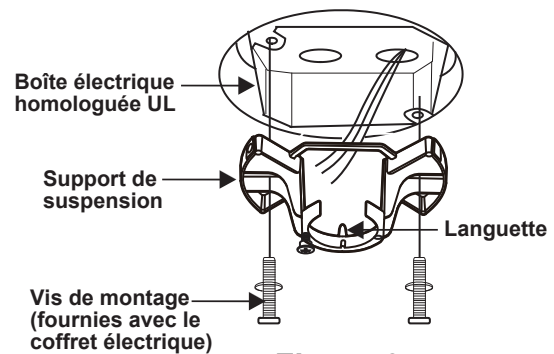

Figure 6
3. Fixez le support de suspension à la boîte de sortie au plafond à l'aide des vis et des rondelles fournies avec votre boîte de sortie. (Fig. 6)